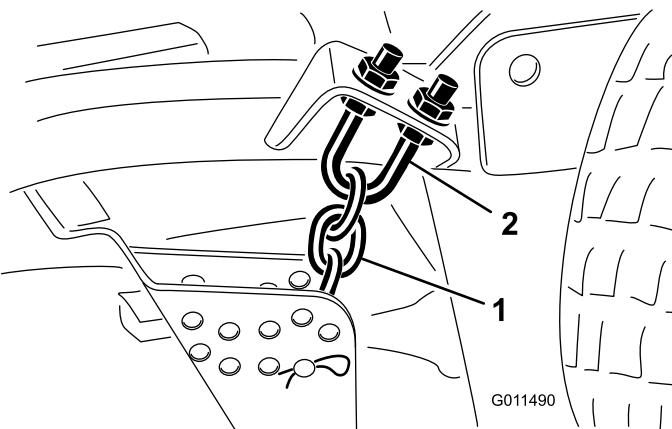

Figure 79
- Desserrez les écrous de blocage en haut ou en bas de l'étrier fileté de la chaîne de hauteur de coupe (Figure 79).